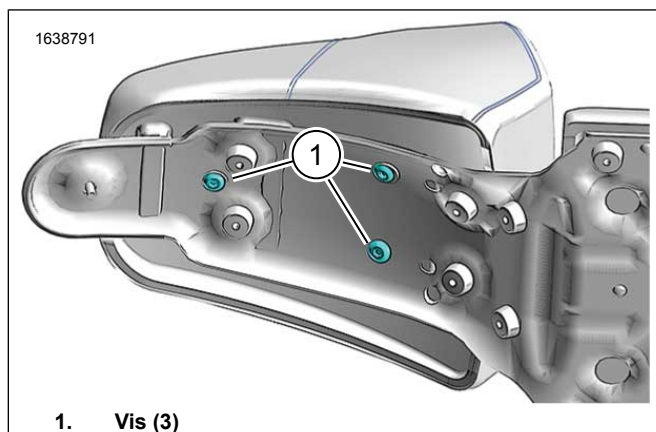

Figure 2. Vis du siège arrière
2. Voir la Figure 2. Serrez les vis du siège arrière (1).